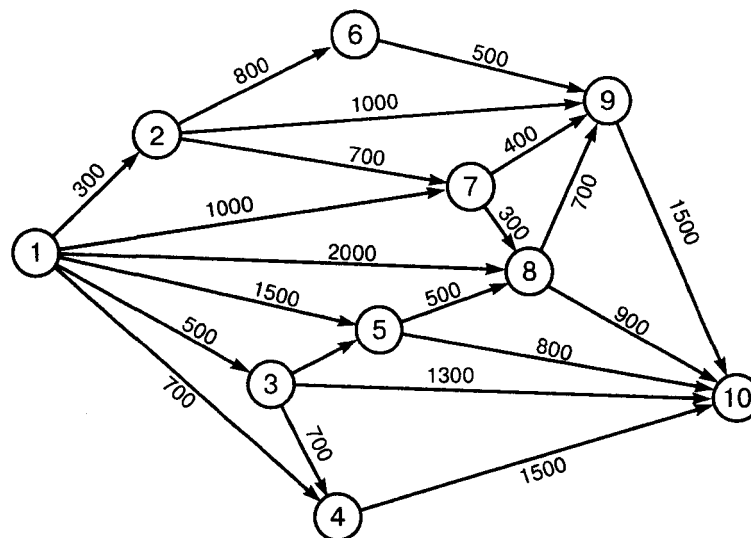

Рис. 30.26
4. Строительной фирме необходимо проложить водопроводные трубы к 9 объектам, на которых она ведет строительство. Числа на ребрах указывают длину труб в метрах. Узел 1 — подключение к водопроводной трассе (рис. 30.26).